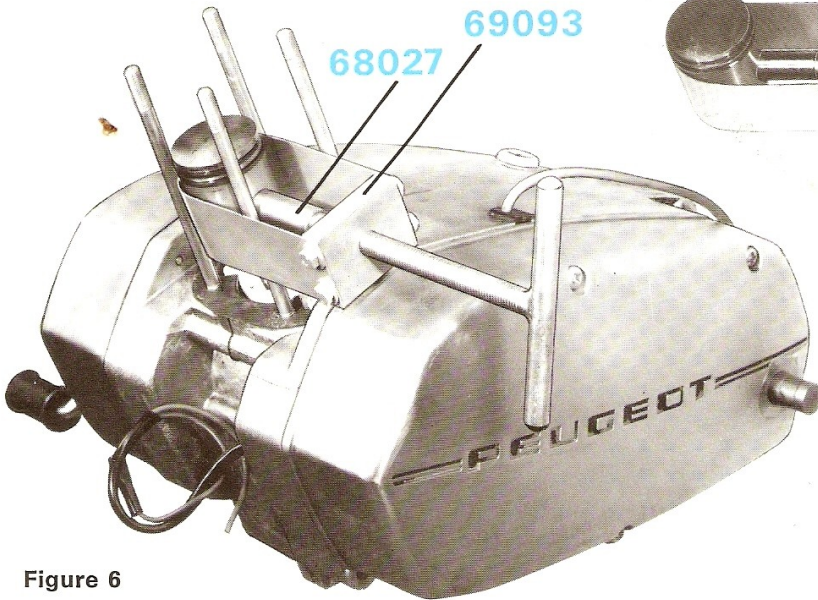

Figure 6
- Chasser l'axe sans le sortir complètement au moyen de l'outil n° 69093 muni de l'embout (long) n° 68027. Attention à la cage à aiguilles (voir figure 6).